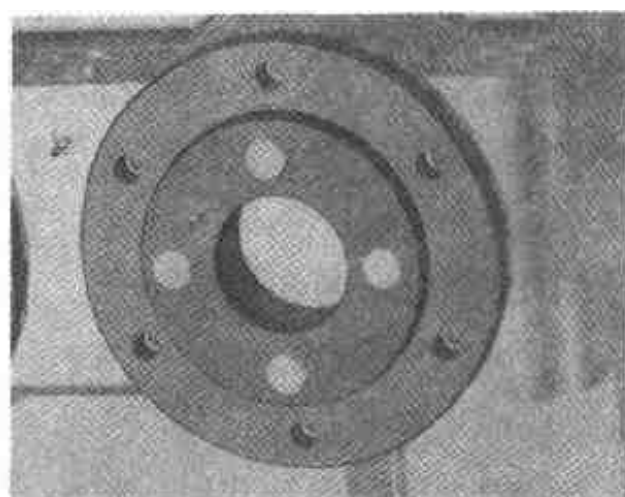

图 3.177 紧固高速轴密封端盖
(5) 再将高速轴密封盖上的螺栓装配完成, 结果如图 3.177 所示。